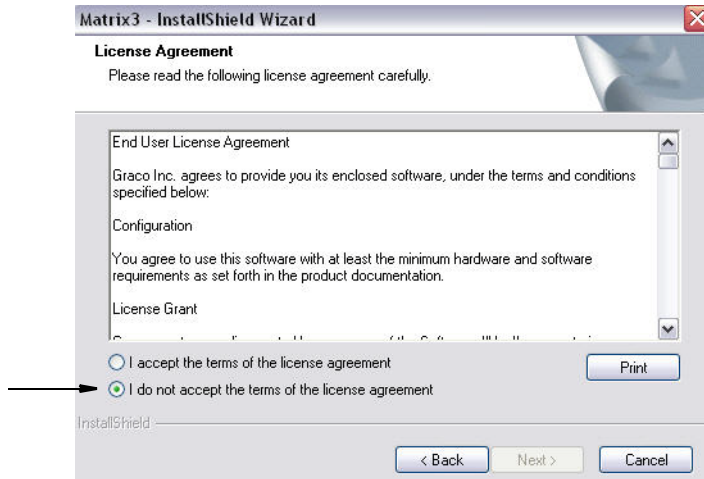

FIG. 4
4. Revise el acuerdo de licencia del usuario final (FIG. 4). Si es aceptable, seleccione "Acepto los términos del acuerdo de licencia". Después de aceptar los términos del acuerdo de licencia, el botón Siguiente se habilita. Haga clic en el botón Siguiente.